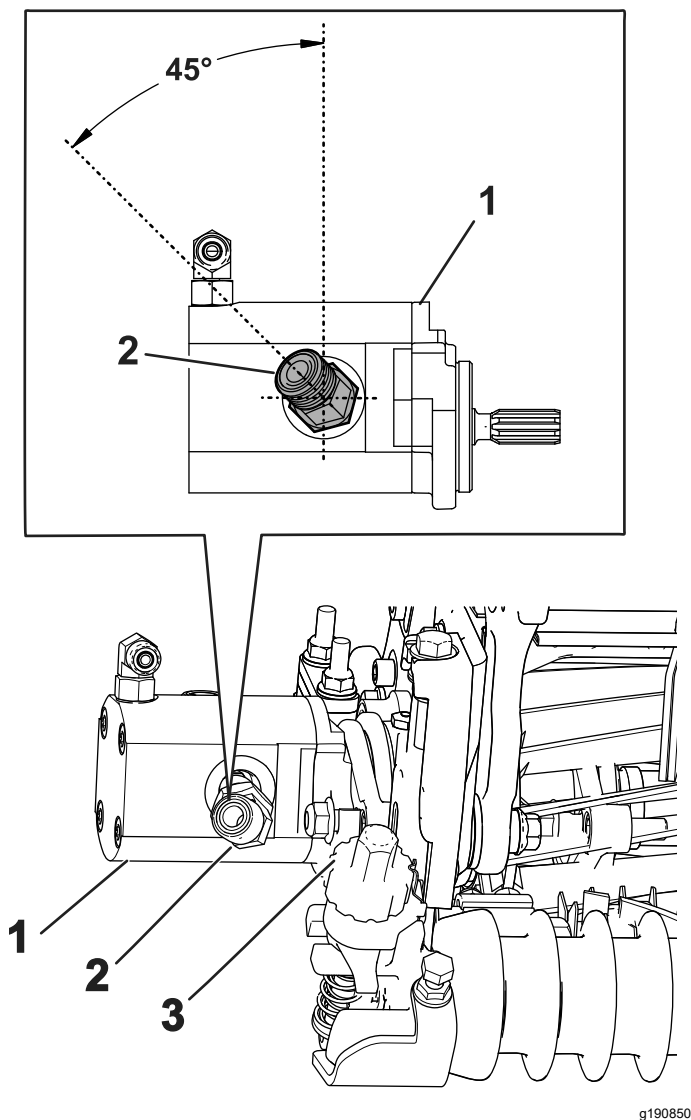

Figura 21
4. Montate il nuovo raccordo a 45°, posizionando il raccordo con il relativo angolo come illustrato nella Figura 21. Serrate il raccordo a un valore compreso tra 47 e 58 N·m.